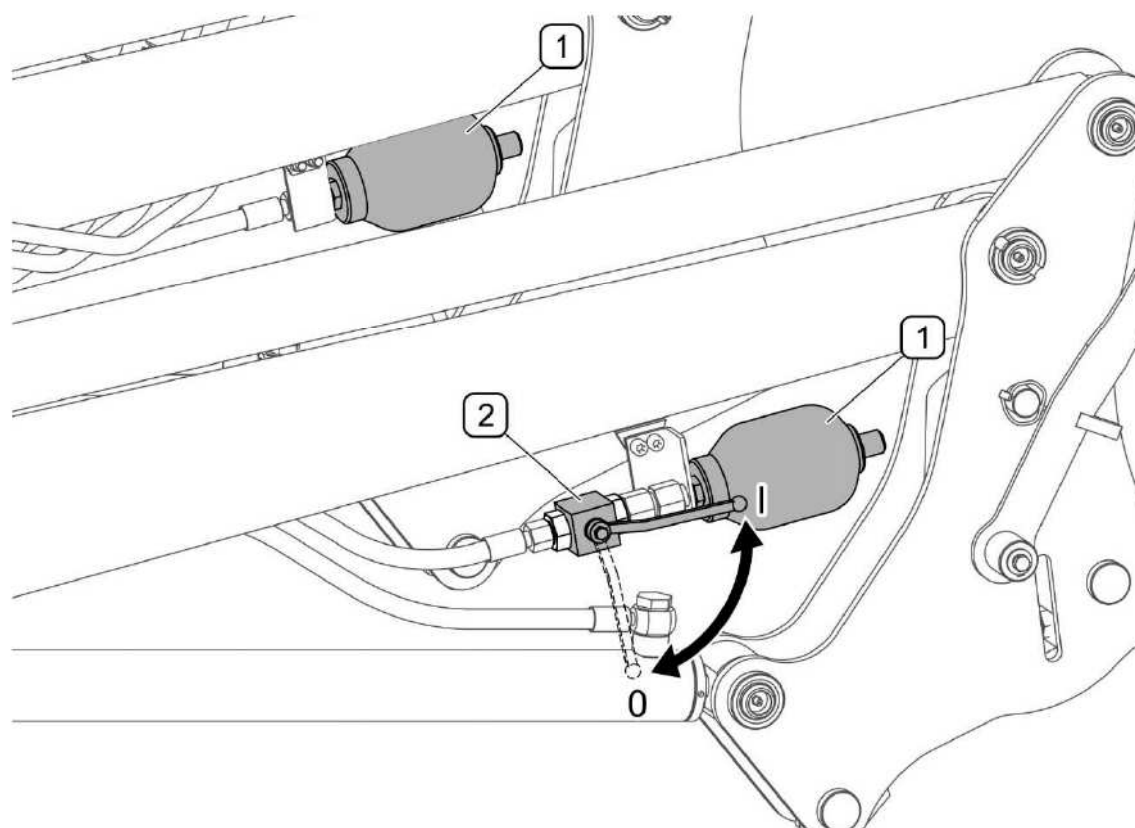

РИСУНОК 4.17 Включение гидравлического амортизатора
Гидравлический амортизатор можно выключить, устанавливая рычаг клапана (2), (РИСУНОК 4.17) вертикально. Рекомендуется выключать амортизатор в ходе работ, которые требуют особой точности установки стрелы (например, при работе с вилами для поддонов).